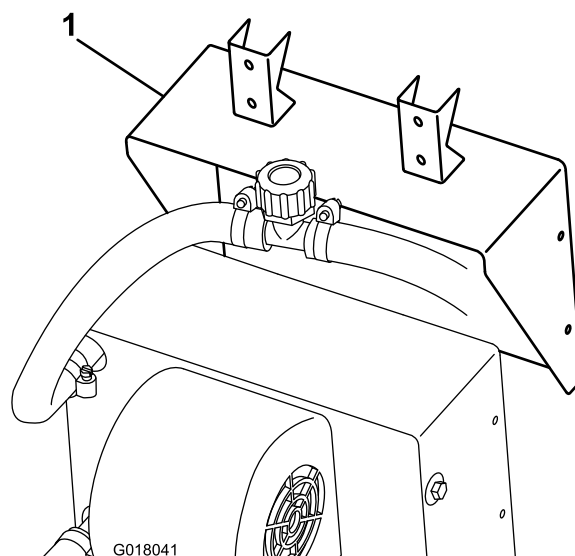

Figura 21
- Fissate l'apposita staffa al riscaldatore utilizzando le viti in dotazione (Figura 21).